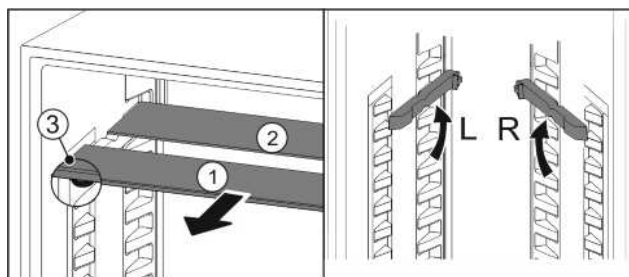

Fig. 19
- ▶ По одной извлеките Fig. 19 (1) стеклянные панели движением вперед.
- ▷ Стеклянная панель Fig. 19 (1) со стопорами лежит спереди.
- ▷ Стопоры показывают вниз Fig. 19 (3).